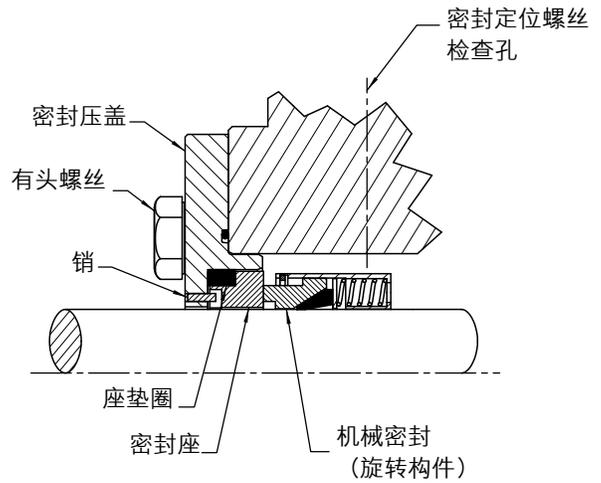

图 14
3. PTFE 楔型 9 (图 14)
4. 对于 PTFE 楔型密封, 应移动旋转构件, 使定位螺丝处于托架侧密封检查孔的正下方 (请参见图 14)。将所有定位螺丝牢固地拧到轴上。